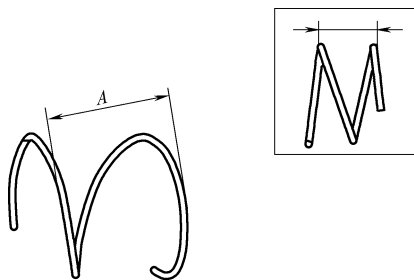

图 4-16 弹簧螺距的测量
② 复位弹簧的变形。如图 4-16 所示，测量复位弹簧端部相反侧的尺寸 A，即从一端钢丝直径的最外侧测量至另一端钢丝直径的最外侧，如小于 35mm，需更换。
③ 换挡弹簧的变形。用与图 4-16 相似的方法测量，最小尺寸为 30mm。